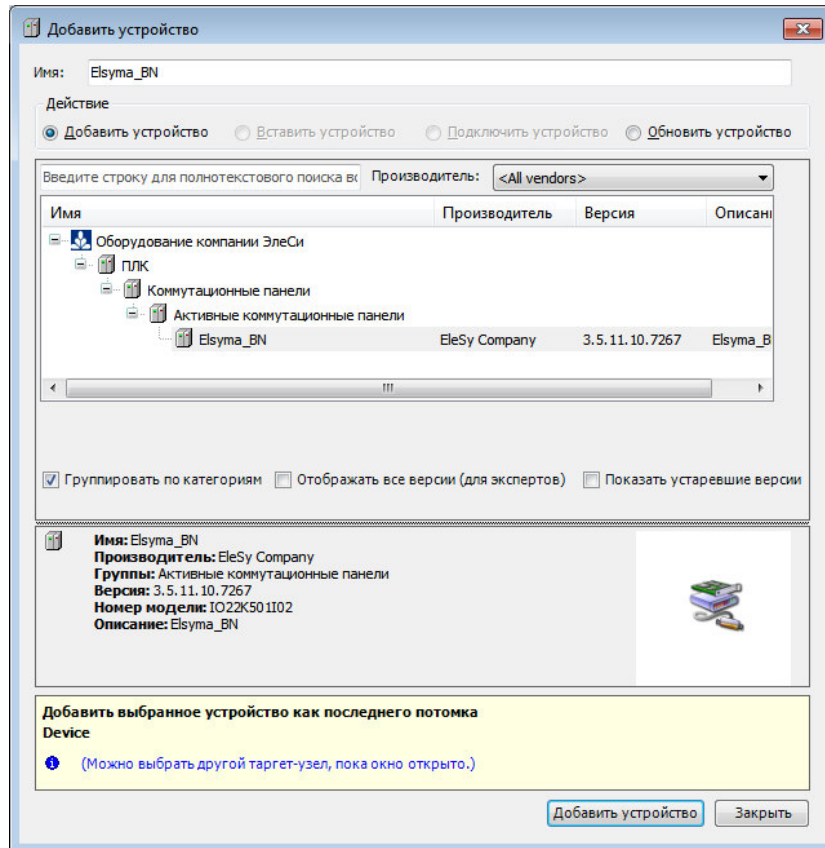

Рисунок 3.6 - Окно добавления устройств
2. В окне «Добавить устройство...» найти группу «Устройство». В поле **Производитель:** следует выбрать *EleSy Company* и выбрать устройство *Elsyma_BN* после чего нажать кнопку «Добавить устройство...» (рисунок 3.6).